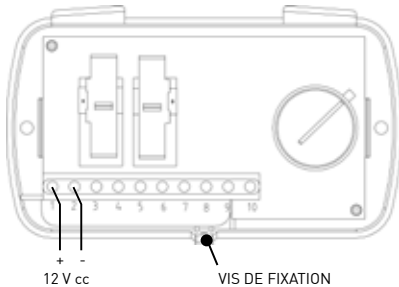

Fig. 12
1. Démontez le couvercle de l'unité de commande en dévissant . Branchez les câbles de sortie de l'alimentateur (DC OUT) à l'unité de commande en respectant les polarités (fig. 12).